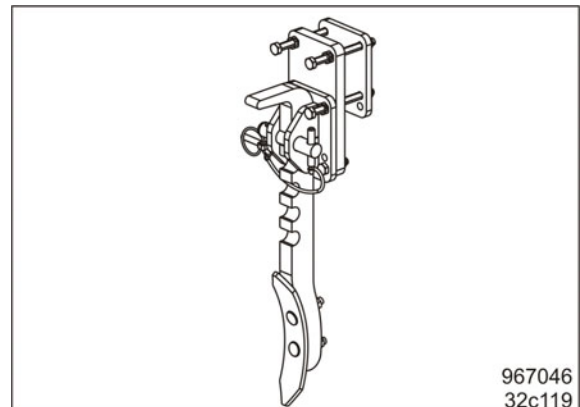

Fig. 25
- Wheel mark eradicator, rigid (Fig. 25)